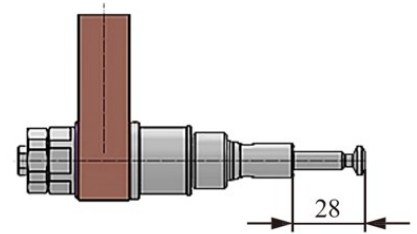

Abb. B-1
1. Ziehen Sie den Kolben des Pumpenelements ca. 28 mm raus (Abb. B-1).